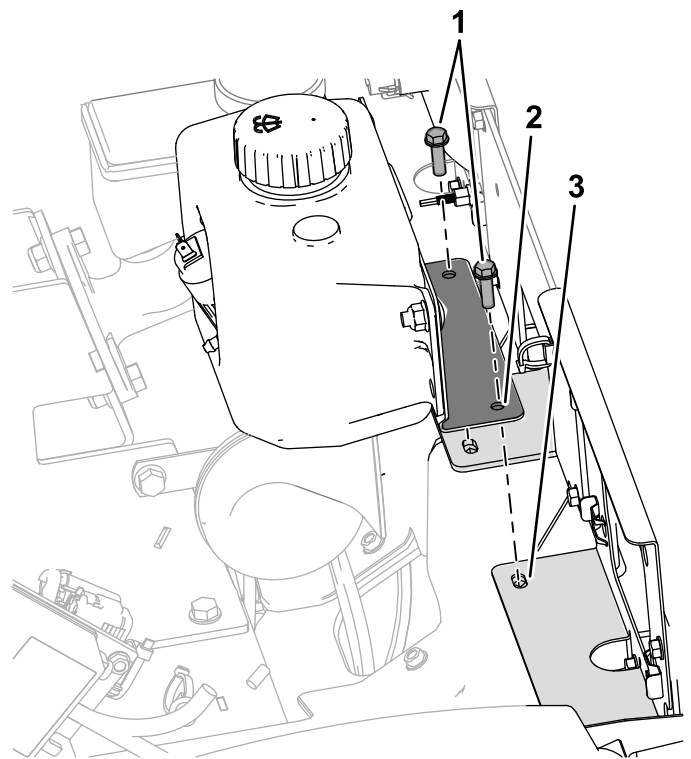

Figura 37
4. Alinee los orificios del soporte de montaje de la botella del limpiador con los orificios del soporte inferior del faro (Figura 37).
5. Monte el soporte de apoyo del depósito en el soporte inferior del faro con los 2 pernos con cabeza de arandela hexagonal ($\frac{1}{4}$ " x $\frac{7}{8}$ "") que retiró en el paso 3 (Figura 37).